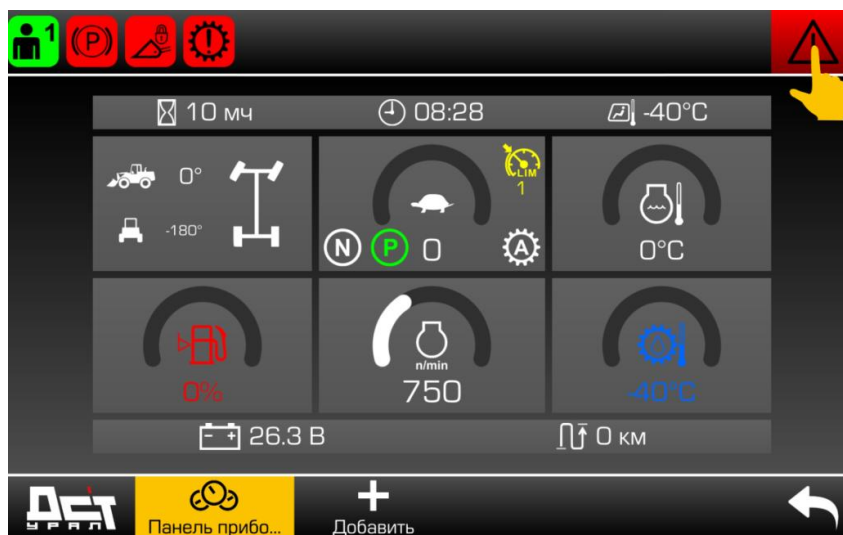

Рисунок 3.5. Просмотр сообщений об ошибках
- Откройте список сообщений, нажав кнопку на панели уведомлений (см. рис. 3.5).